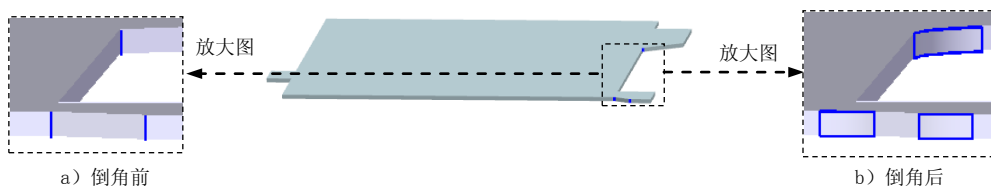

图 8.4.5 倒角特征 1
Step3. 创建图 8.4.5 所示的倒角特征 1。
(1) 选择命令。单击“主页”功能选项卡“钣金”工具栏中的 倒角 按钮。